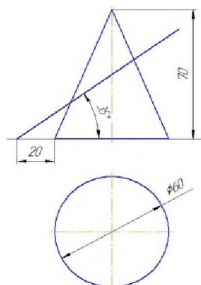

Рисунок 2 – пересечение конуса проецирующей плоскостью
9. Построить комплексный чертёж конуса усеченной проецирующей плоскостью (рисунок 2). Определить натуральную величину фигуры сечения и построить развертку этих поверхностей.